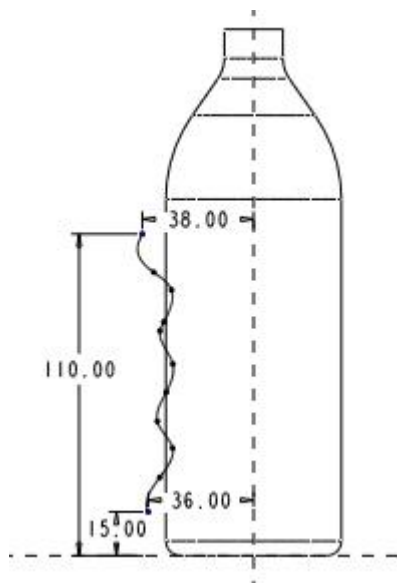

图 3-206
- (2) 单击拉伸特征操控板中的按钮，打开【剖面】对话框。
- (3) 选择 RIGHT 基准面为草绘平面，单击【草绘】按钮，进入草绘工作环境。
- (4) 绘制如图 3-206 所示的样条线。